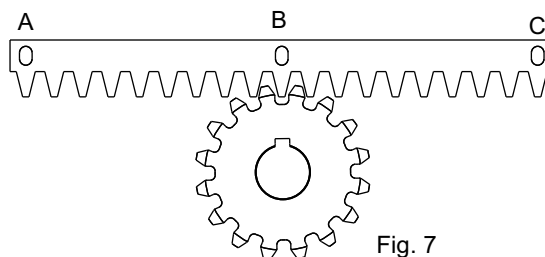
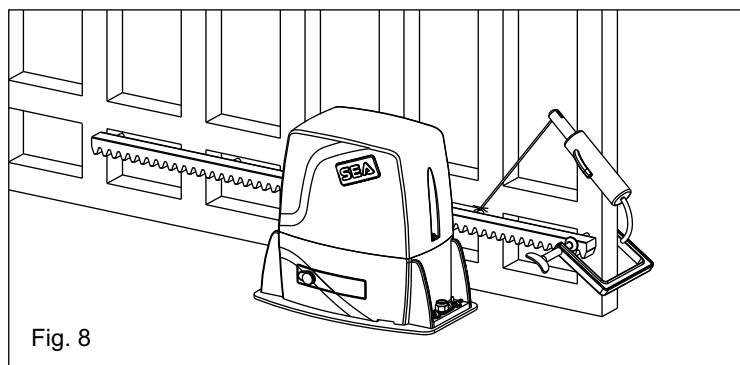

Fig. 7
Fig. 8
5.3. Poser l'élément de la crémaillère sur le pignon denté du motoreducteur de façon qu'il résulte parallèle à la guide du pavé du portail et le positionnant comme dans Fig. 7 pointer par soudure électrique le cliquet central "B" à la structure du portail (Fig. 8).